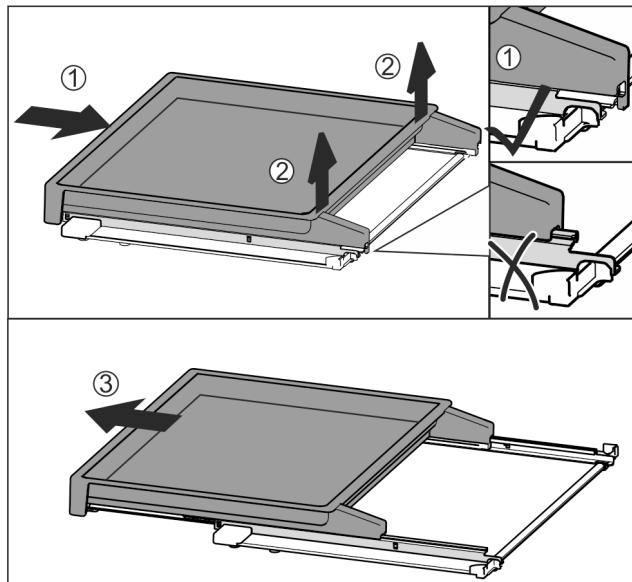

Fig. 112
- Повністю вставте витяжну панель Fig. 112 (1).
- Відпустити фіксатор на задній стороні Fig. 112 (2).
- Потягніть витяжну панель вперед Fig. 112 (3).